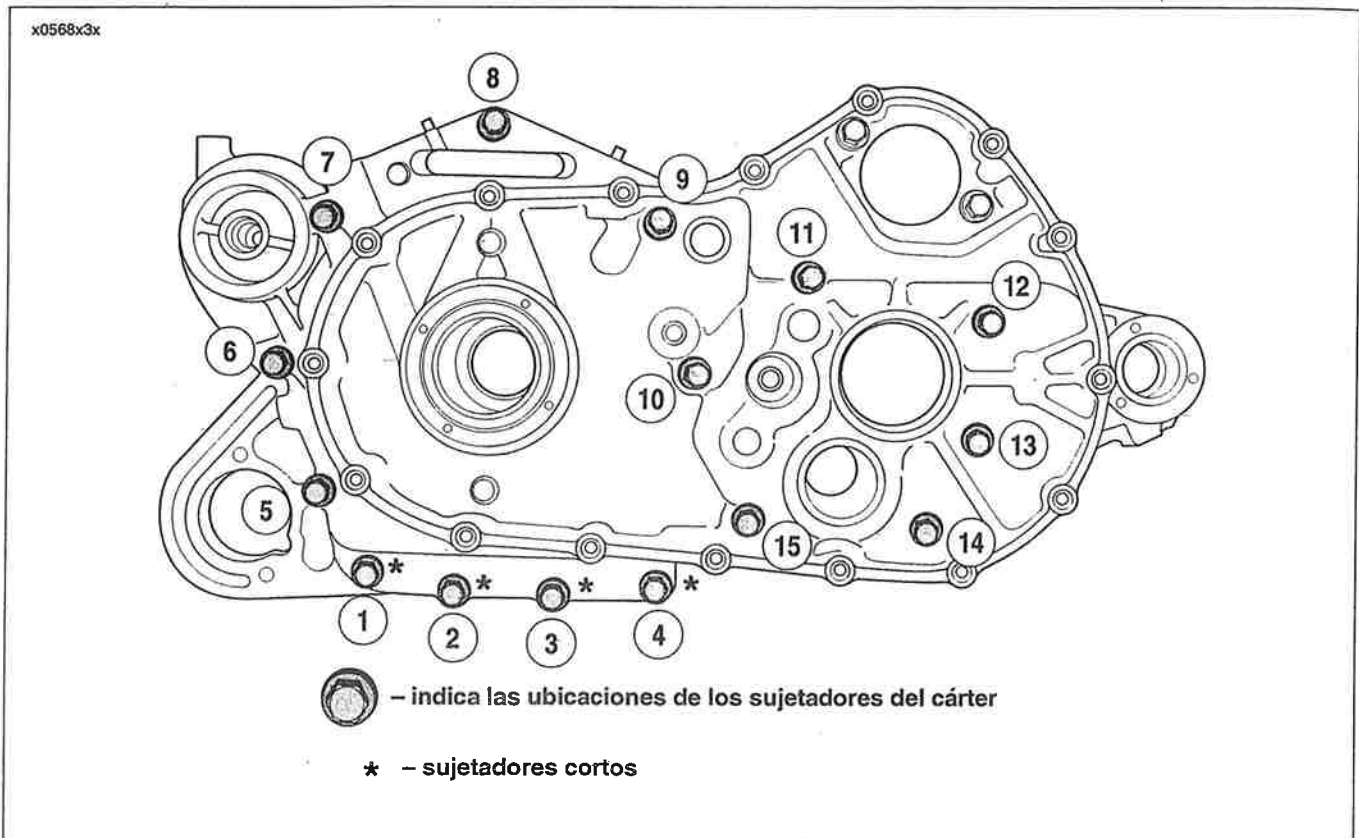

Figura 6-66. Sujetadores del cárter
- e. Vea la Figura 6-66. Aplique unas gotas de LOCTITE 262 (rojo) a las últimas roscas de cada sujetador del cárter e instale los sujetadores (once largos y cuatro cortos) en el cárter en las ubicaciones mostradas.
- f. Apriete los sujetadores a 20,3-25,8 N·m (15-19 lb-pie) en la secuencia mostrada. Figura 6-66.